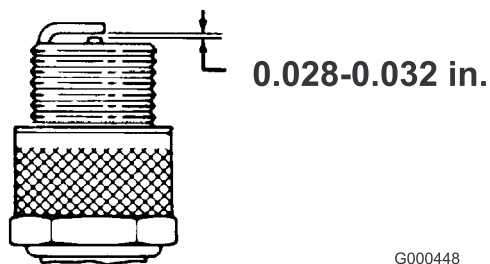

Figura 27
3. Ajuste a folga de ar entre 0,7–0,8 mm (Figura 27). Instale a vela com a folga de ar correcta e aperte-a firmemente usando uma força de 23 Nm.